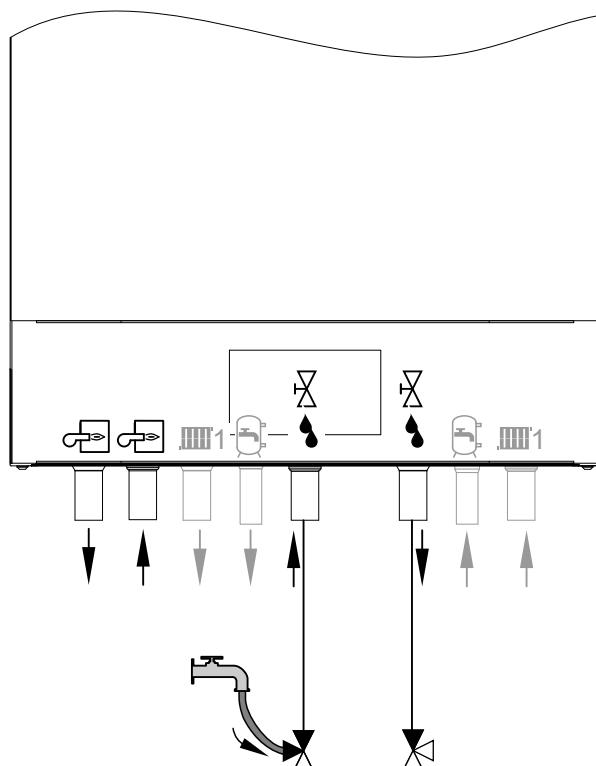

Abb. 57
- 3-Wege-Kugelhahn im Einlass Befüll- und Spülanschluss gemäß Abb. 57 öffnen.